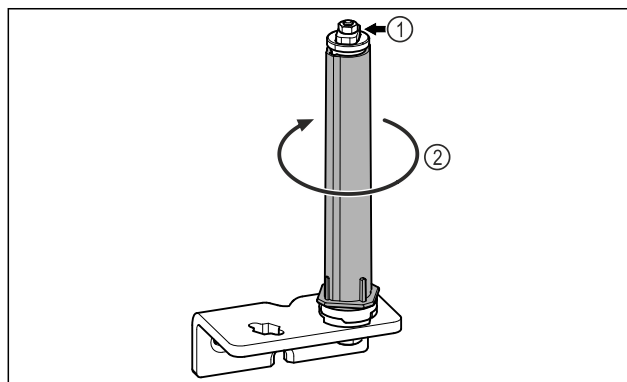

Fig. 18
- ▶ Nu dezasamblați sistemul de închidere al ușii Fig. 18 (1).
- ▶ Rotiți Fig. 18 (2) sistemul de închidere, până când face clic.